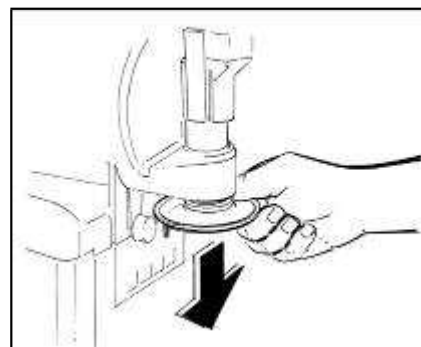

Рис. 28
- Убрать насадку для придания формы «звездочки» на выдавливаемом продукте (Рис.28).